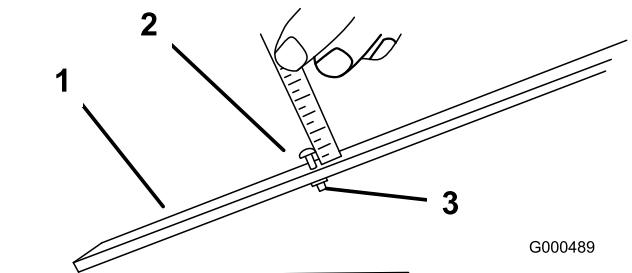

Bild 55
2. Lösen Sie die Mutter an der Messlehre (Bild 55) und stellen Sie die Einstellschraube auf die gewünschte Schnitthöhe ein. Der Abstand zwischen dem unteren Ende des Schraubenkopfs und der Stirnseite der Messlehre ist die Schnitthöhe.